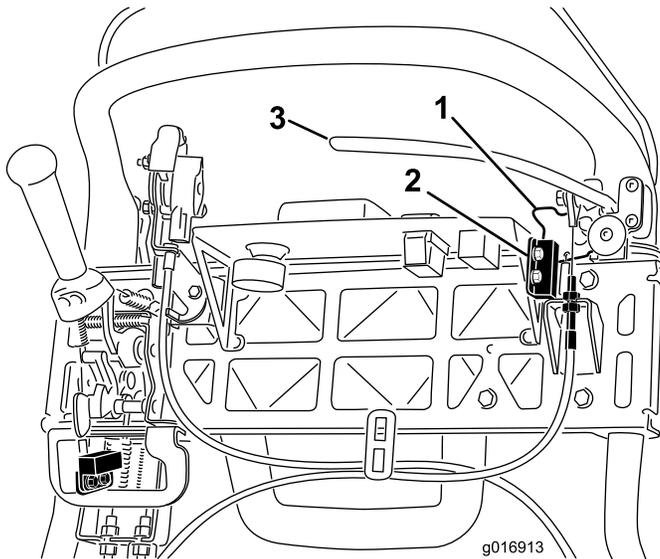

Figure 39
4. Desserrez les fixations du contacteur de sécurité (Figure 39).
5. Placez une cale de 1,6 mm d'épaisseur entre le verrou du frein de stationnement et le contacteur de sécurité (Figure 39).
4. Pour accroître la tension du câble, desserrez l'écrou de blocage supérieur et serrez l'écrou de blocage inférieur du câble (Figure 39) jusqu'à ce qu'il soit nécessaire d'exercer une force de 156 N sur la poignée du levier de frein pour débloquer le verrou du frein de stationnement. Ne tendez pas le câble au point que la bande du frein frotte en permanence.